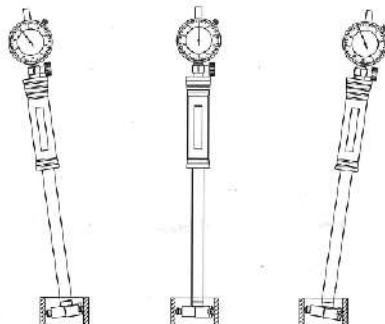

Рисунок 1
(1) Установите размер: выберите сменный наконечник, удлинительный стержень и шайбу в соответствии с размером заготовки, затем установите их, как показано на рисунках, убедитесь, что каждая деталь установлена устойчиво. Используйте гаечный ключ, чтобы затянуть наконечник, если расстояние между ними составляет менее 35 мм. После установки нажмите на точку контакта несколько раз, стрелка индикатора будет двигаться плавно и гибко.
(2) Калибровка. Выберите установочное кольцо, наружный микрометр или установочную меру с известным диаметром и точностью, очистите измерительные поверхности мягкой тканью.
(3) Установите нуль (в качестве примера - нутромер с установочным кольцом): Вставьте нутромер в установочное кольцо и покачайте нутромер (рис. 1), чтобы найти «точку поворота» стрелки. Ослабьте стопорный винт ободка и поверните ободок так, чтобы «нулевая линия» совпала с «точкой поворота», затем затяните стопорный винт ободка. Несколько раз покачайте нутромер, чтобы убедиться, что «нулевая линия» совпадает с «точкой поворота».